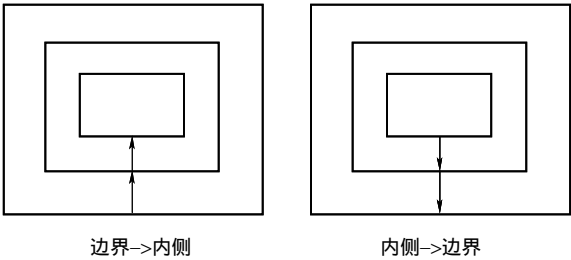

图 7-95 进行方向
- 【进行方向】：进行方向的设定有以下两种选择，如图 7-95 所示。